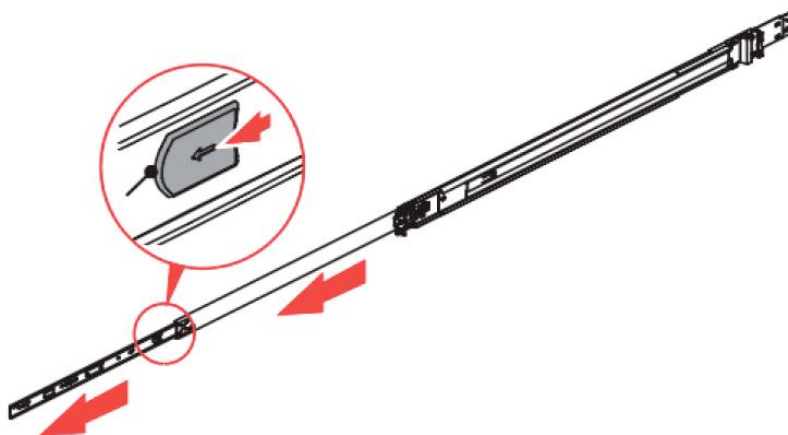

Рисунок 26 – Разделение направляющих на секции
- разделение направляющих на секции (см. Рисунок 26):